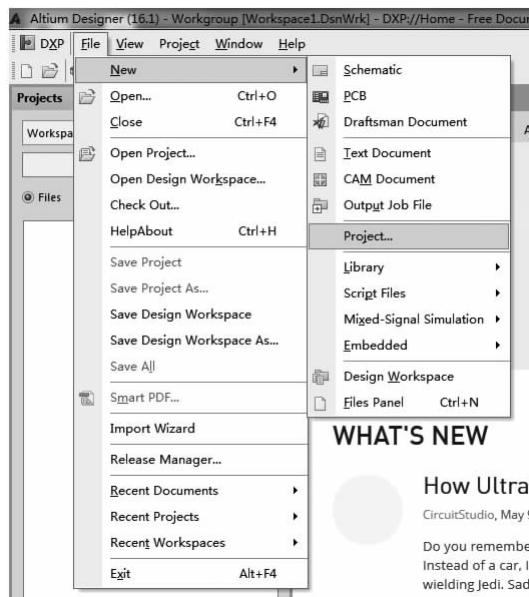
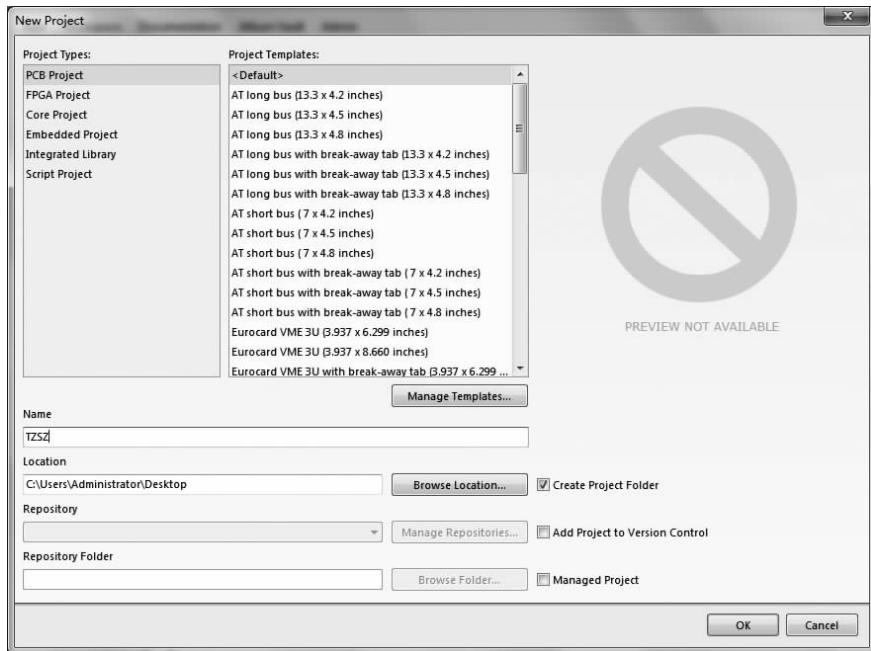

图 2-7 执行 File→New→Project 菜单命令
图 2-8 “New Project”对话框
(2) 执行 File→New→Project 菜单命令, 如图 2-7 所示, 打开如图 2-8 所示的“New Project”对话框。